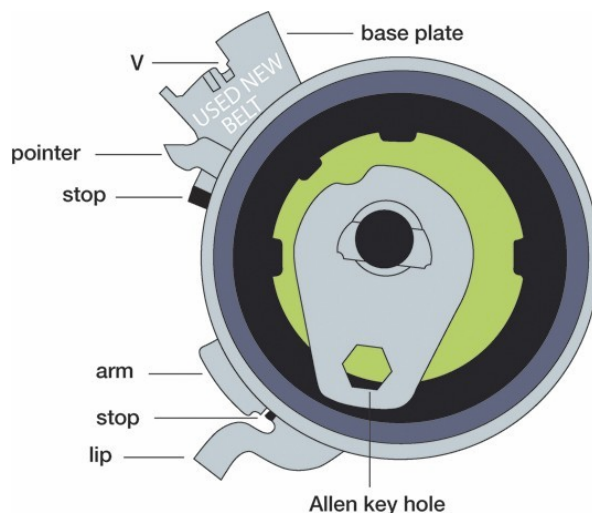

Fig.1
6. Installate il nuovo tenditore, avvitate a mano la vite di fissaggio. Il "lip" del tenditore deve essere alloggiato nella pompa dell'olio. (L'indicatore deve essere posizionato dietro la pompa dell'acqua.) Il foro "Allen" esagonale deve essere posizionato a +/- ore 7 (fig.1).